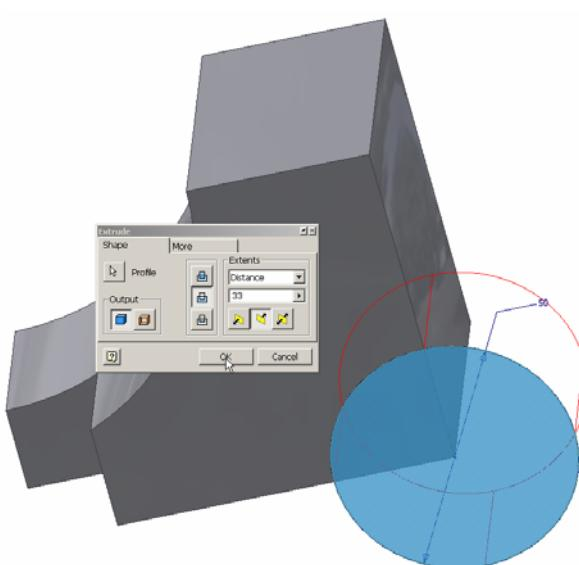

Figura 2.5.19.
- din lista **Extents** se selectează opțiunea **Distance** (extrudare pe distanță impusă), figura 2.5.19, iar în câmpul asociat se introduce valoarea extrudării **33**, conturul de extrudare fiind automat preselectat la lansarea comenzi, prin afișarea acestuia într-o culoare specifică selecției;
- din cele trei icoane direcționale, se va selecta icoana  corespunzătoare direcției de extrudare spre interiorul modelului, figura 2.5.19.